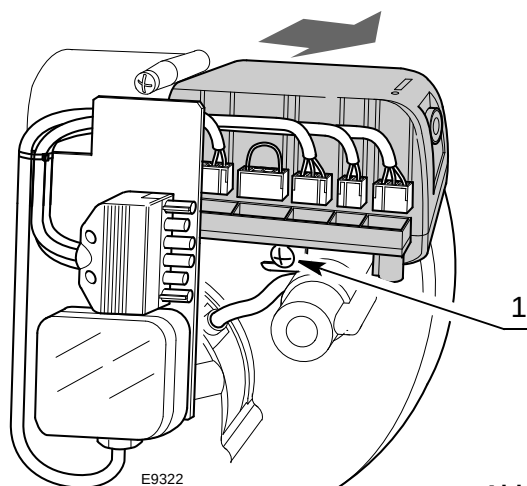

Abb. 14
- Alle an ihm angeschlossenen Verbinder, den 6-poligen Stecker, die Hochspannungskabel und den Erdleiter (TB) abnehmen;
- Die Schraube 1)(Abb. 14) abschrauben und das Steuergerät in Pfeilrichtung ziehen.
- Die Schraube 1)(Abb. 14) mit einem Anzugsmoment von 1 ÷ 1,2 Nm anschrauben;